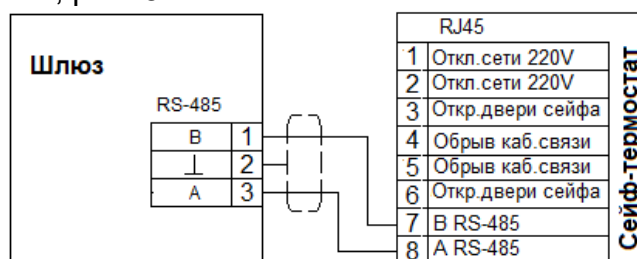

Рис. 6. Подключение интерфейса RS-485 сейфа-термостата к шлюзу.
6.20.13 Соединить сеть стандарта IEA RS-485 с шлюзом интерфейса Wi-Fi или Ethernet или GSM (2G) Пользователя, а затем подключить вилку RJ45 (8P8C) кабеля, витая пара upr 4 сети Пользователя, к разъему RJ45 сейфа-термостата, с предварительно настроенными и запрограммированными в режиме Modbus Slave, измерителями-регуляторами, рис. 6.